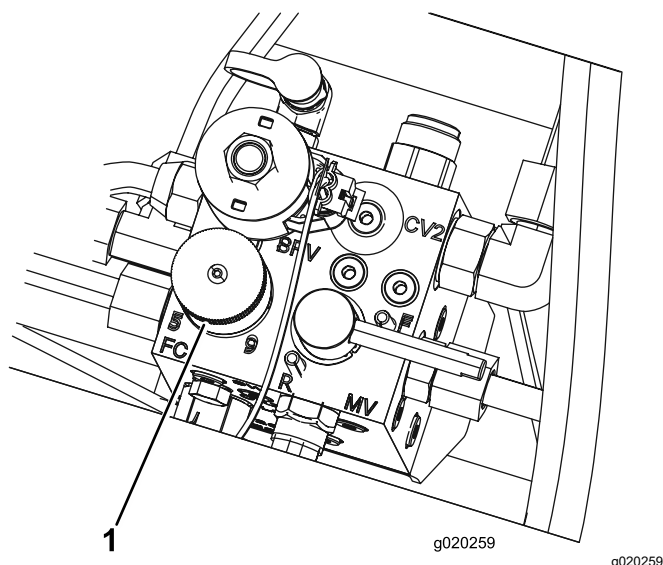

Figure 32
- Pour régler la vitesse des cylindres, tournez le bouton (Figure 32) jusqu'à ce que la flèche soit en face du numéro correspondant au réglage voulu.